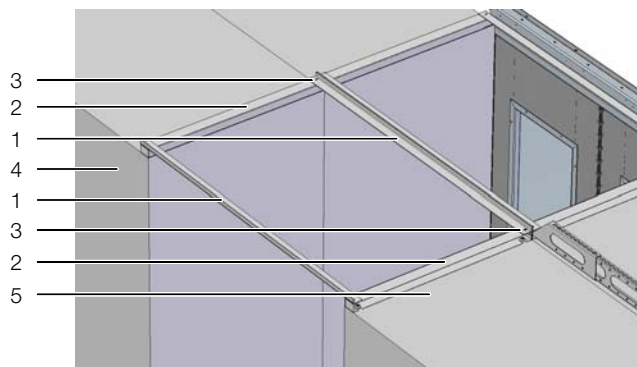

Рис. 49: Элемент крыши середина
- Установить увеличение высоты коридора (рис. 49, поз. 3) на крышу IT-шкафа и вставить под головку крепежного болта IT-шкафа.